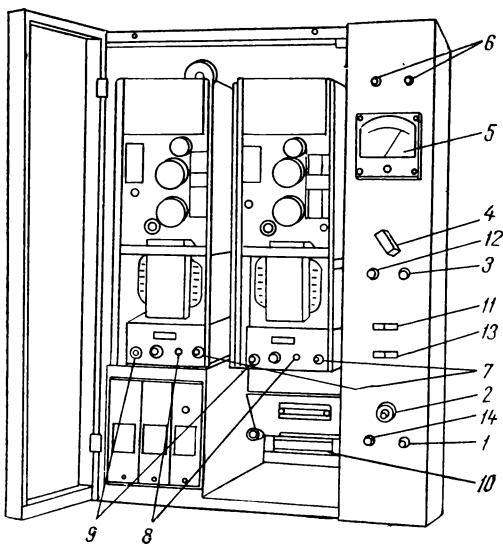

Рис. 7. Шкаф 50У155 (50У157) с открытой дверью
На рис. 7 показаны шкаф 50У155 с открытой дверцей и все органы коммутации, управления, сигнализации и контроля. Рабочее положение всех органов аппаратуры «Звук Т2»: выключатель питающей сети 1 включен; сигнальная лампа 2 включения шкафа в сеть светится; регулятор уровня контрольного усилителя 3 находится в положении, обеспечивающем достаточную громкость контрольных громкоговорителей; переключатель индикатора 4 установлен на напряжение ~220 В; стрелка индикатора 5 находится в зеленом секторе; пик-индикаторы выходных напряжений 6 не светятся; выключатели сети на блоках ОУ 7 включены; сигнальные лампы включения блоков 8 светятся; выключатели громкоговорителей 9 включены. Кроме того, при работе одновременно двумя каналами на зал без синхронного перевода: вилка колодки переключения режимов 10 установлена в гнездо «Зал»; переключатель рода работы (микрофон или магнитофон) 11 не нажат; регулятор уровня при работе от микрофона или магнитофона 12 установлен влево до упора.
2) при работе комплекса в режиме «Зал» исчезло звукоспроизведение в зале и аппаратной. Прежде всего надо посмотреть, горит ли читающая лампа. Если нет, то на шкафу 15M89 переключатель рода тока следует перевести в положение «~» (переменный ток) и с появлением звука продолжить сеанс. После сеанса надо блок 21B75 из шкафа 15M89 изъять и отправить в ремонт. Если и на переменном токе лампа не горит, то нужно остановить сеанс и либо заменить лампу 6K×30, либо перенести фильмокопию на другой пост, перейдя на питание лампы постоянным током. В случае исправной работы читающей лампы и отсутствия звука необходимо заменить блок предварительного усилителя УП-49 (см. рис. 7) рядом расположенным резервным (микрофон), предваритель-